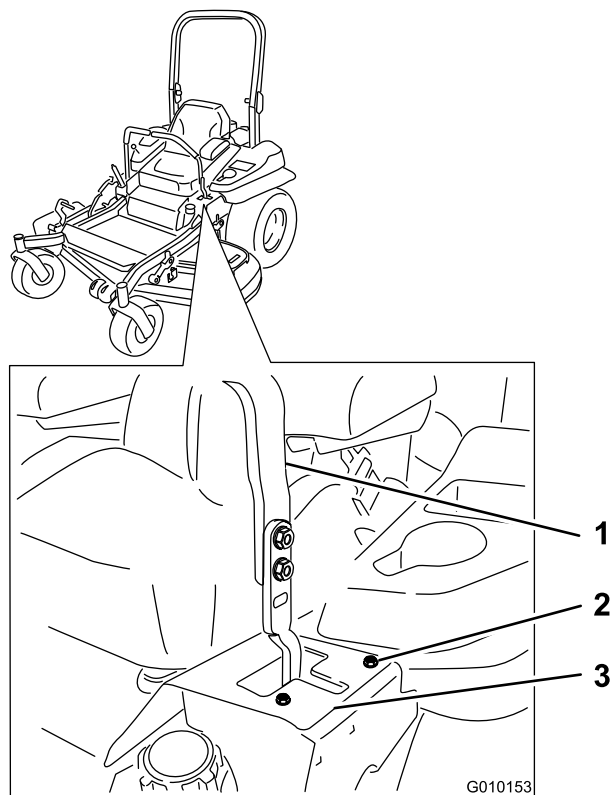

Figura 50
en T de la izquierda hasta que la máquina avance en línea recta (Figura 50).
- Si se desvía hacia la izquierda, afloje los pernos y ajuste la chapa del tope derecho hacia atrás en la ranura en T de la derecha hasta que la máquina avance en línea recta (Figura 50).
- Apriete la chapa del tope (Figura 50).